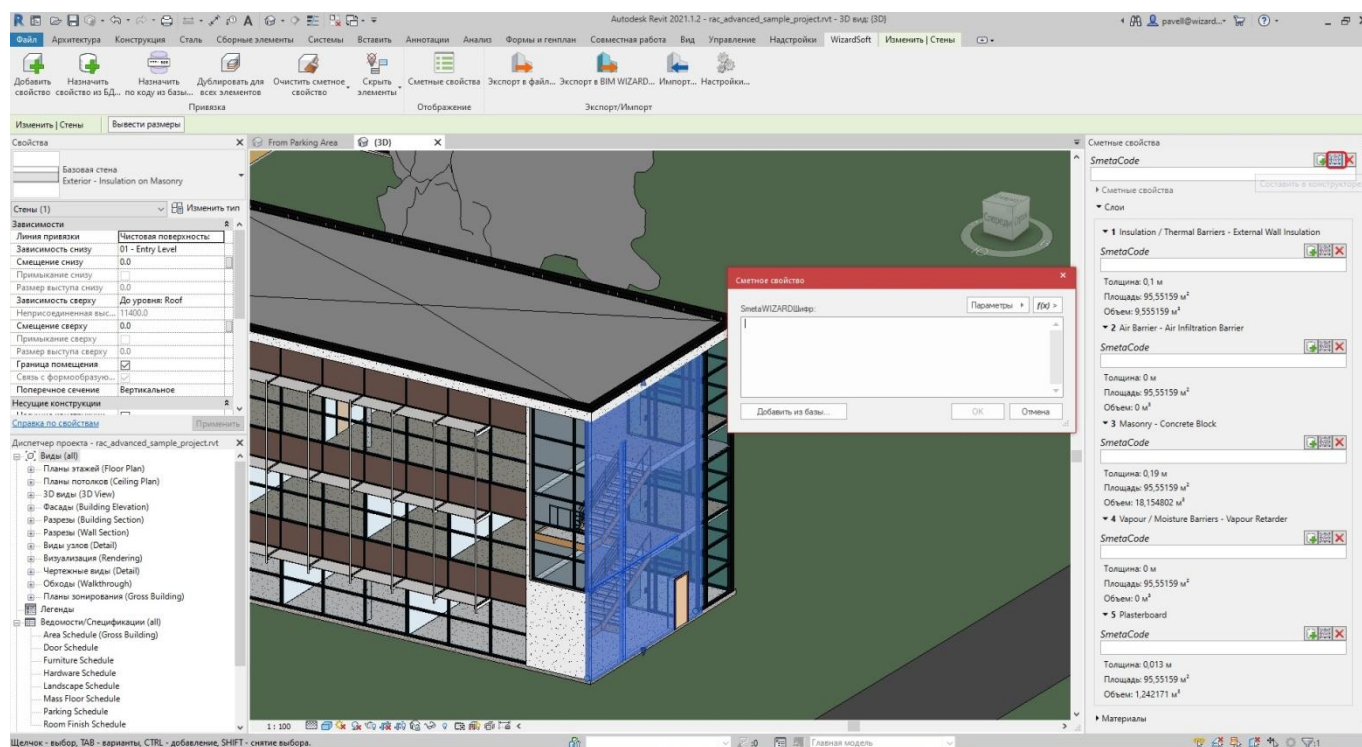

Рис. 1.2 Назначение свойства SmetaCode вручную
2. Выполнить команду **Добавить свойство**, расположенную на вкладке **SmetaWIZARD** (рис. 1.2).